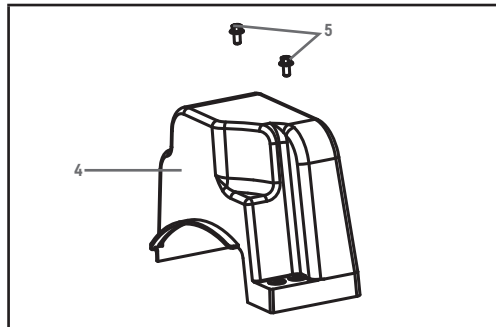

Figure 26
10. Installez le couvercle en plastique de la courroie (4) sur le devant du moteur en utilisant les 2 boulons M6 x 16 (5) mis de côté lors d'une étape antérieure. Serrez bien les boulons. Ne les serrez pas trop pour ne pas risquer d'endommager le couvercle en plastique de la courroie (figure 26).